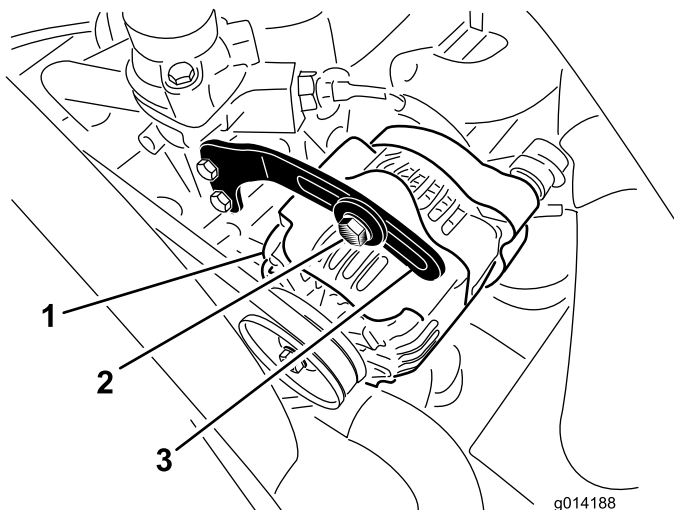

Figura 57
2. Compruebe la tensión de la correa del alternador flexionándola (Figura 57) en el punto intermedio entre las poleas del alternador y del cigüeñal con una fuerza de 10 kg (22 lb).
3. Afloje el perno que sujeta el tirante al alternador (Figura 57), y el perno de pivote del alternador.